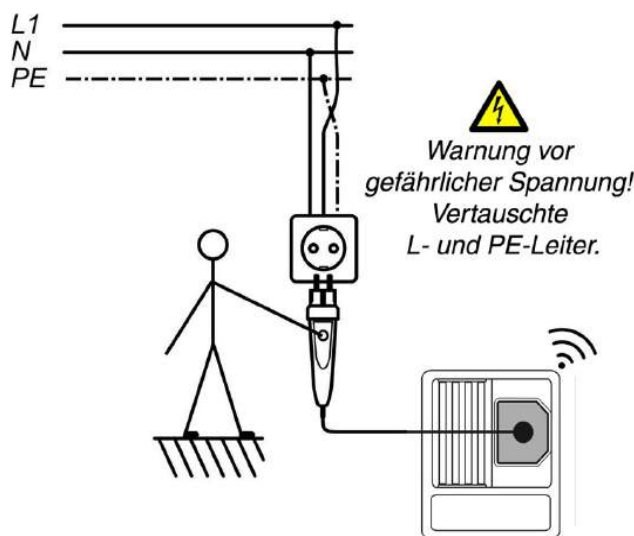

Abbildung 5.36: Vertauschte L- und PE-Leiter – Phasenspannung am PE-Leiter wird durch Berührung der TEST-Taste am Commander-Prüfstecker (Option) erkannt.
- ❑ Kontaktieren Sie die Prüfleitungen an das Prüfobjekt (siehe Abbildung 5.36 und 5.37).